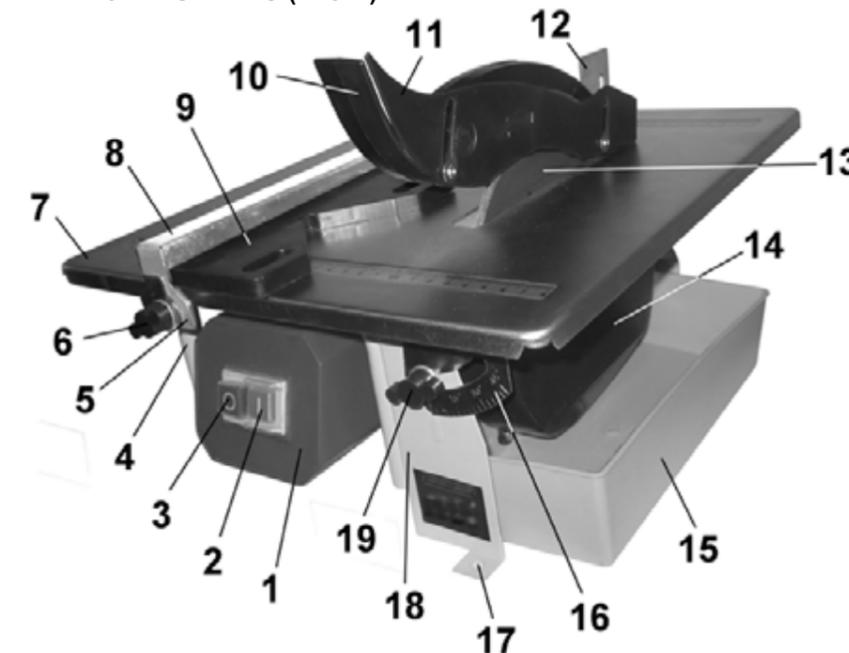

Рис. 2
7. УСТРОЙСТВО (Рис. 2)
Установите и через крепёжные отверстия (17) основания (18), Рис.2, закрепите плиткорез на ровной прочной горизонтальной поверхности верстака.
9.2. Как показано на Рис.2; 3, между основанием (18) и защитным кожухом (14) установите поддон (15).
10.2.3. Проверьте положение расклинвателя (12) относительно отрезного диска (13); при необходимости установите расклинватель строго по линии реза (в створе) отрезного диска (13).
11. ОСНОВНЫЕ ОПЕРАЦИИ (Рис. 2)
Внимание: Перед установкой нового или долго хранившегося отрезного диска (13) проверьте плоскость режущей кромки относительно посадочного места диска. Не устанавливайте деформированные отрезные диски. Используйте отрезные диски (13), где толщина их режущей части не тоньше расклинвателя (12), Рис.2.
12.4. Установка отрезного диска требует особого внимания и некоторых навыков. Шпindelь (25) и внутренний фланец (24) изготовлены как отдельные детали, поэтому обратите внимание на установку деталей крепления отрезного диска (13) без перекосов. Если после установки отрезного диска (13) наблюдается биение режущей кромки более 0,2мм, повторяйте установку до устранения биения. Для этого проверните и установите без перекосов внутренний фланец (24). Отрезной диск (13) и внешний фланец (23) удерживайте без перекосов. Надёжно закрепите.